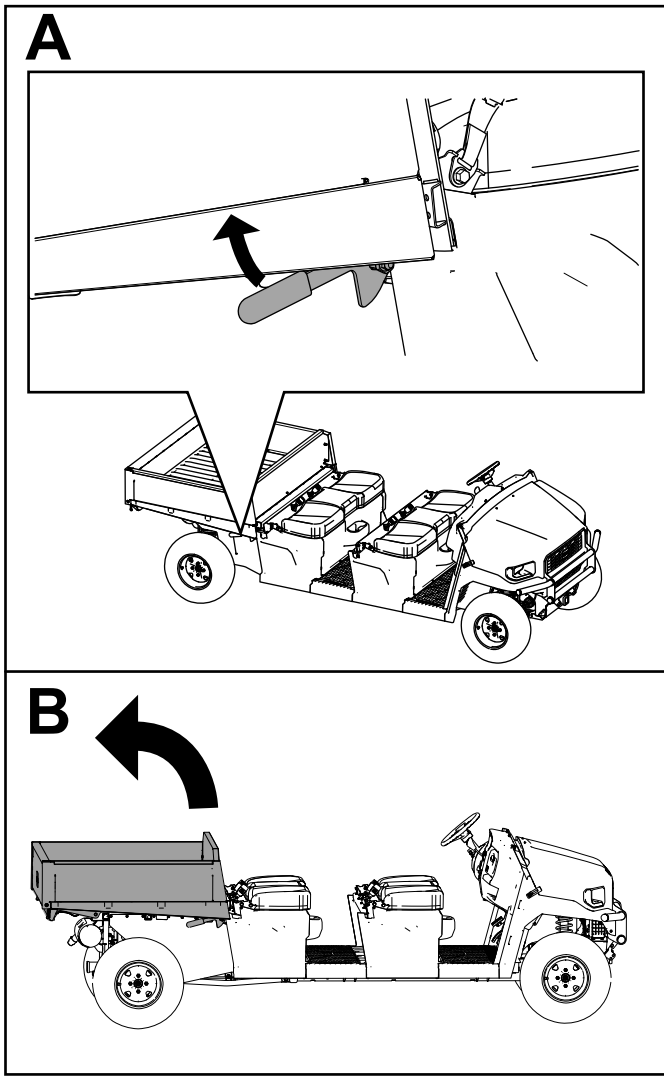

Figura 30
1. Sollevate il pianale (fate riferimento alla Figura 30).